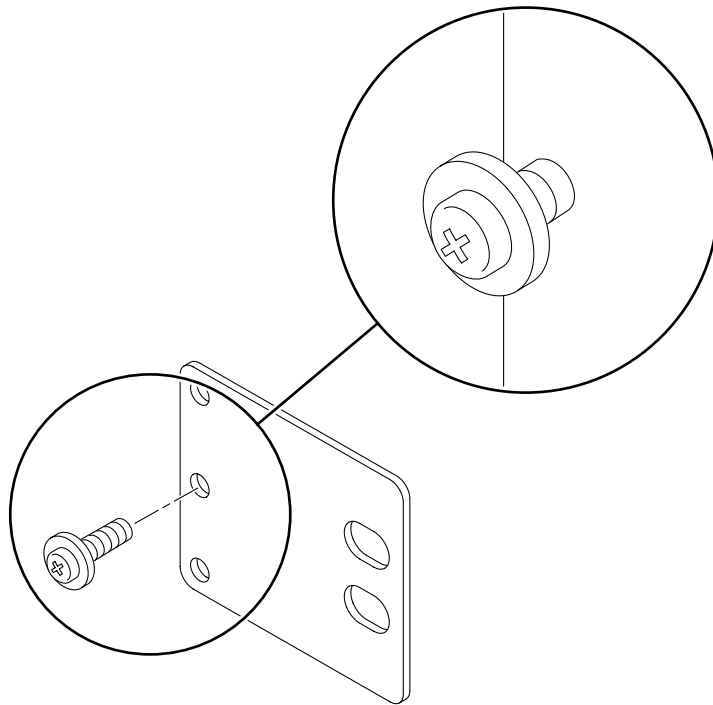

FIGURE 3-27 Placement d'une vis sur la plaque arrière correspondant à la position la moins profonde de l'armoire
- a. À l'aide d'une vis SEM M5 × 10 (une pour chaque plaque arrière), placez la vis dans l'une des trois positions de la plaque arrière, sans trop serrer (FIGURE 3-27).
La position dépend de l'épaisseur du rail de l'armoire. Par exemple, la FIGURE 3-27 montre la position de la vis sur la plaque arrière correspondant à une position médiane dans l'armoire.